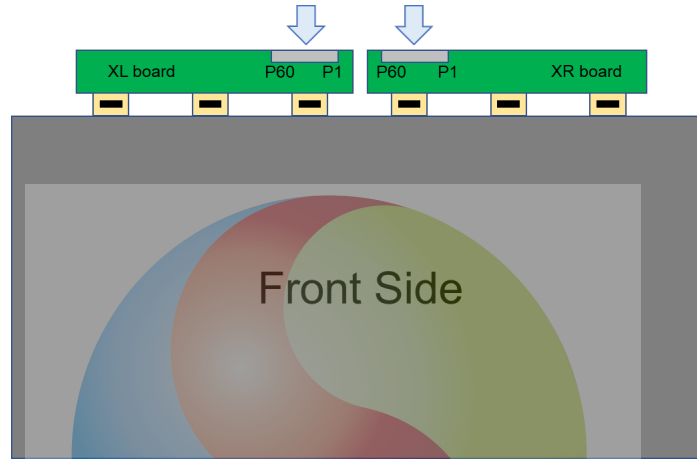

图 7 PIN 定义顺序示意图
- (1) 如果有些 pin 未能使用到, 请在 source 板上保持悬空处理;
- (2) PIN 定义顺序如图 7 所示。